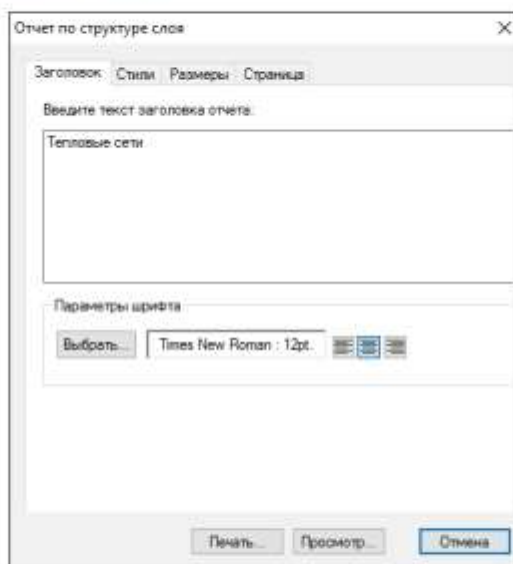

Рисунок 4.27. Отчет по структуре слоя
2. Написать имя заголовка указать параметры шрифта в закладке Заголовок (смотрите Рисунок 4.27, «Отчет по структуре слоя»).